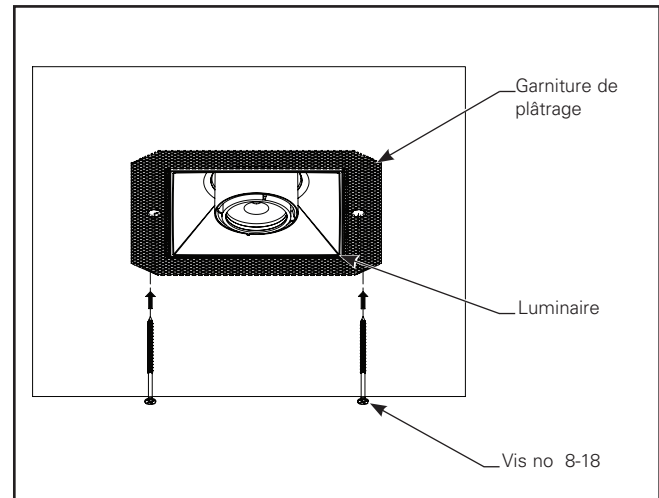

Figure 1.10.
7. Percez des avant-trous dans la bride de plâtre le long du bord du luminaire et insérez les vis à tête fraisée no 8-18 dans la garniture de plâtre jusqu'au support à lattage. (figures 1.10 et 1.11)